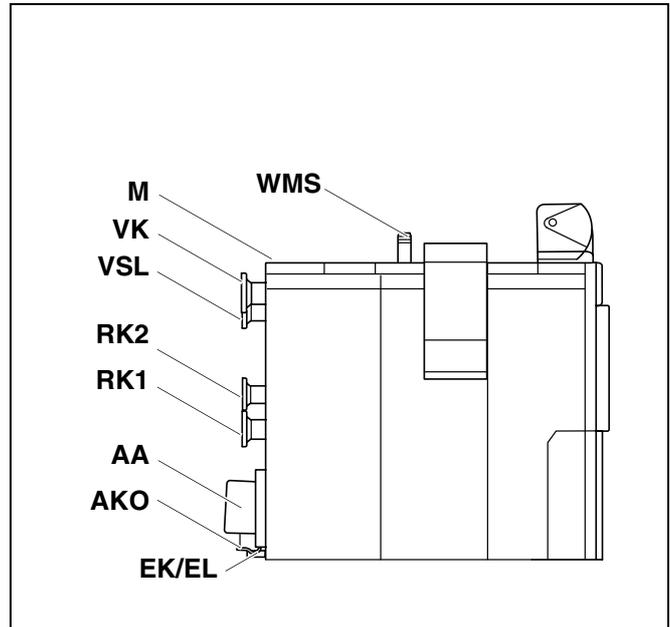

Fig. 4 Attacchi
- Avvitare la protezione mancanza acqua in alto (fig. 4).